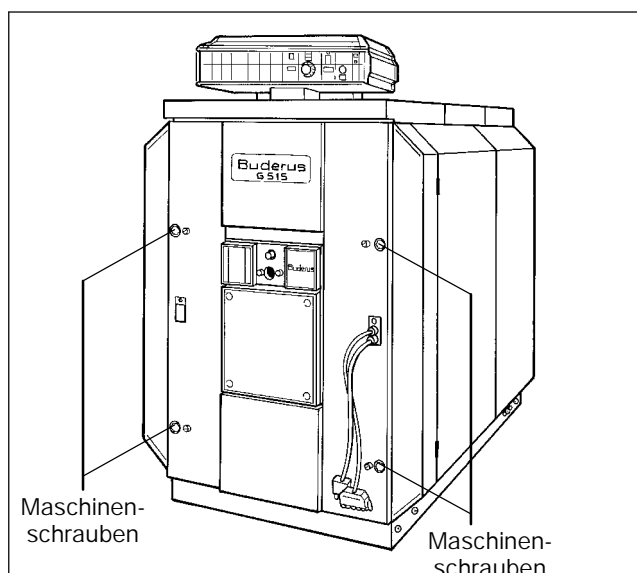

Abb. 53
- Die vier Maschinschrauben in der Brennentür lösen (Abb. 53).